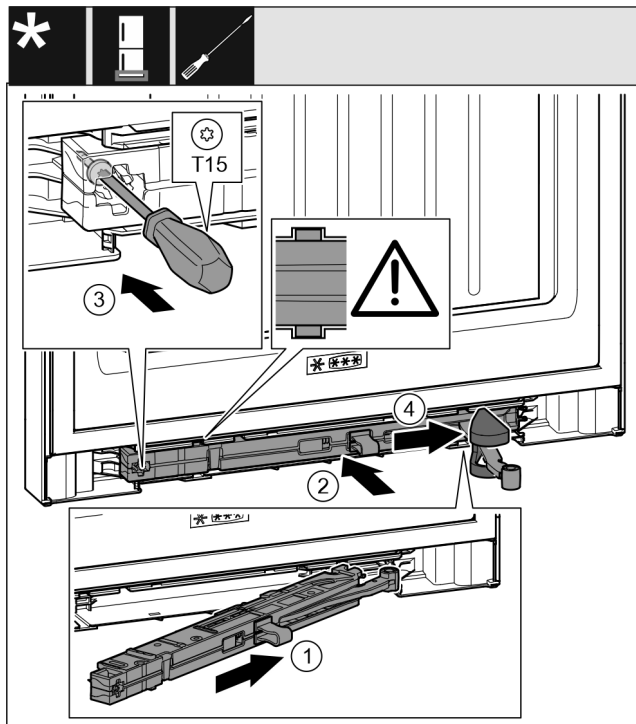

Fig. 46
- ▶ Iebīdiet slīpi durvju amortizatora mezglu gultņa balsta pusē līdz galam padziļinājumā. Fig. 46 (1)
- ▶ Iebīdiet pilnīgi durvju amortizatora mezglu padziļinājumā. Fig. 46 (2)
- ▶ Pieskrūvējiet skrūvi ar skrūvgriezi T15. Fig. 46 (3)
- ▶ Uzbīdiet pārsegu pāri šarnīram. Fig. 46 (4)